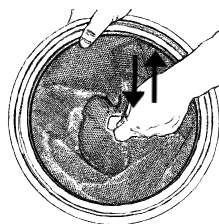

Fig. 23
2. Ne retirez pas le filtre du bac. Secouez-le plutôt doucement à l'intérieur du bac pour que la poussière qu'il contient puisse tomber au fond du bac. Pour ce faire, attrapez la sangle qui se trouve sur le filtre et secouez rapidement le filtre de bas en haut tel qu'illustré à la fig. 23.